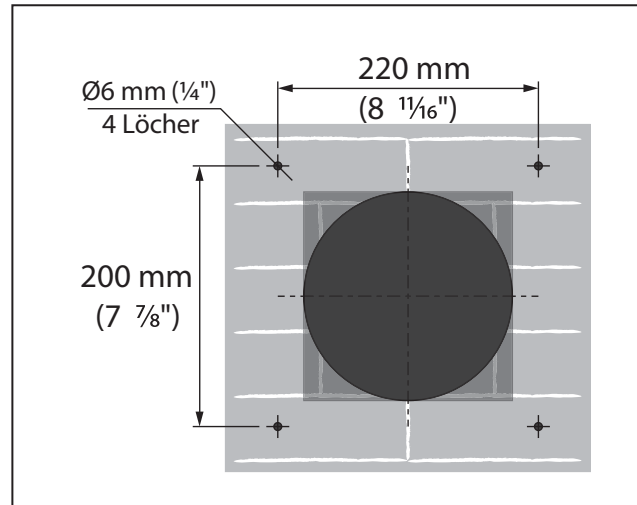

Abb. 12b.
- Abb. 12b für VENTO Expert A50-1 S Pro.